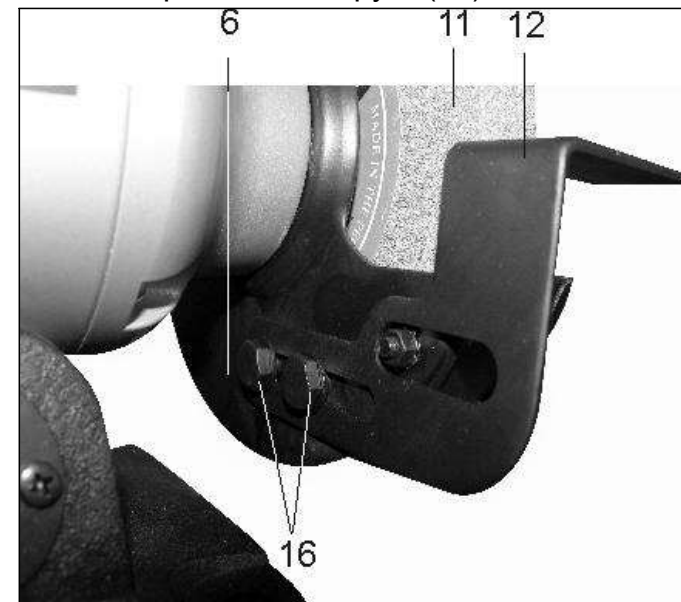

Рис. 3
9. СБОРКА И РЕГУЛИРОВКА (Рис. 3, 4)